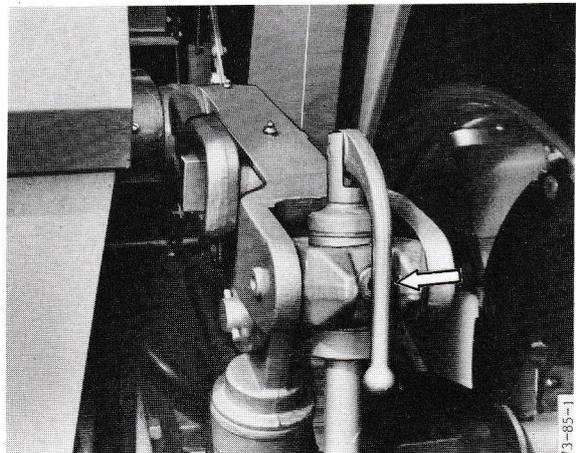

Figure 20 - Manivelle d'aplomb
- Fixer la barre d'attelage inférieur droite à l'axe d'attelage droit de la même façon en s'aidant si nécessaire de la manivelle d'aplomb (figure 20) Verrouiller la broche d'attelage droite à l'aide de la goupille Ferguson.